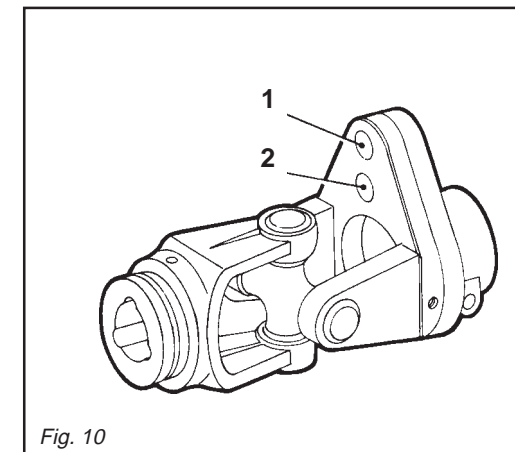

Fig. 10
Se tale bullone è inserito nel foro (2 Fig. 10) e si trancia ripetutamente, è consigliabile montarlo nel foro (1 Fig. 10).
*If the bolt, inserted in hole (2 Fig. 10), shears repeatedly, then we recommend inserting it in the hole (1 Fig. 10).*
Der Begrenzer, ins Kardangelenkeingebaut, verfügt über eine Sicherheitsmutter, die auf eine mittlere Belastung eingestellt ist. Wenn sich bei besonders widerstandskräftigen Hindernissen diese Mutterschraube durchtrennt, muß sie durch eine neue gleicher Maße und gleichen Materials ersetzt werden. Wenn diese Mutterschraube in Öffnung (2 Fig. 10) eingefügt ist und sich wiederholt durchtrennt, raten wir sie in Öffnung (1 Fig. 10) zu montieren.
*Si ce boulon est introduit dans le trou (2 Fig. 10) et se casse maintes fois, on conseille de le monter dans le trou (1 Fig. 10).*
Si, debido a obstáculos sobremanera resistentes, se tronchara el perno, hace falta que se substituya con otro nuevo que tenga dimensiones y materiales iguales. Si el perno está introducido en el agujero (2 Fig. 10) y se tronchara muchas veces, se aconseja montarlo en el agujero (1 Fig. 10).